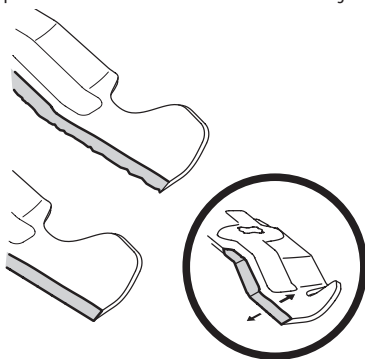

Figura 39
4. Para afilar las cuchillas de corte de forma adecuada, extraiga cantidades iguales de metal de ambos extremos de las cuchillas a lo largo de los bordes cortantes, paralelo al borde de caída y a un ángulo de 25° a 30°. Afíle siempre cada borde de las cuchillas de corte de forma pareja para mantener un equilibrio adecuado entre las mismas. Consulte la Figura 39.